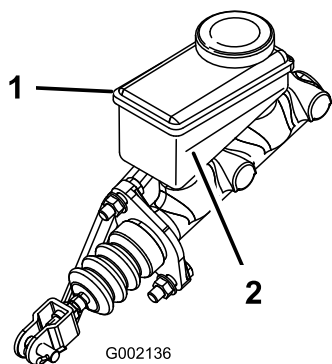

Figura 52
3. Osservate la linea del livello del fluido sul lato del serbatoio (Figura 52).
- B. Aggiungete il fluido dei freni DOT 3 al serbatoio, in modo che il livello del fluido sia superiore alla linea del minimo (Figura 52).